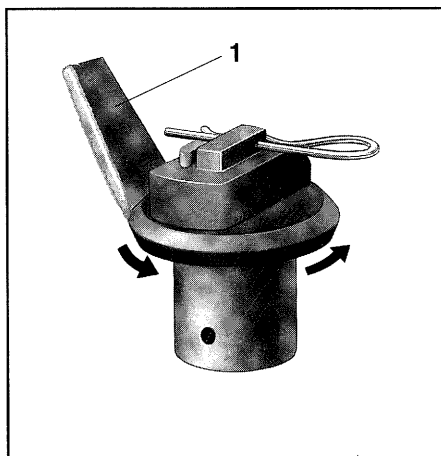
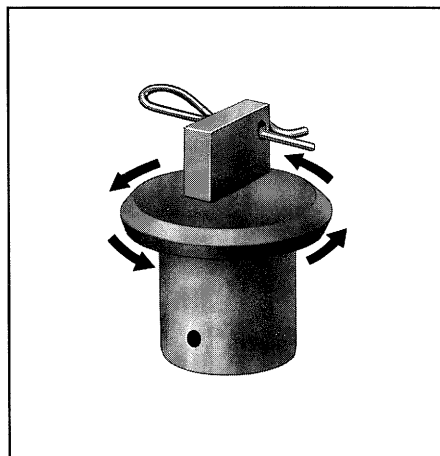

Fig. 8.1
Fig. 8.2
15. De in de voorraadtrechters tegenover gesteld draaiende roerderkoppen (fig.8.1) zorgen voor de gelijkmatige kunstmesttoevoer naar de strooischotels. Bij sommige strooimiddelen, zoals b.v. sommige Harnstoff soorten of groen strooierzaad, dient men de kop (8.1/1) van de roerderkop af te nemen en de verende voorstekker tegenover de draairichting in te steken (fig.8.2) (Advies in de strooitabellen in acht nemen).